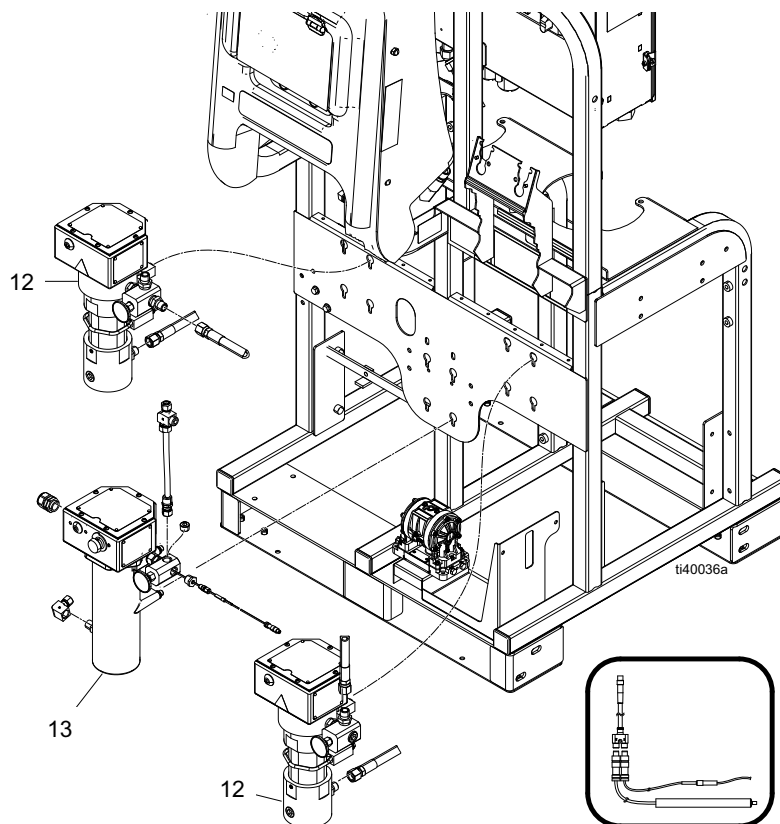

FIG. 8: Calentadores del módulo del sistema
5. **Calentadores del módulo del sistema:** Consulte la FIG. 8. Afloje los cuatro tornillos de montaje, las arandelas de seguridad y las arandelas planas de la parte trasera del calentador (12 o 13) que lo sujetan al bastidor del sistema. Deslice el calentador hacia arriba y retírelo de la placa de montaje.
6. **Calentadores del módulo de alimentación:** Consulte la página 59. Quite los 2 tornillos (224) y luego desmonte el calentador (226) del bastidor del módulo de alimentación.